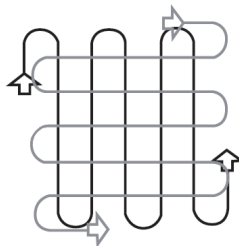

Fig. 12
6. Labourer en faisant des rangées qui se chevauchent légèrement. Le circuit de labourage des sols le plus efficace consiste à passer le produit de haut en bas en suivant des lignes verticales, puis à passer le produit de gauche à droite en suivant des lignes horizontales (Fig. 12). Cela permettra de garder les rangées égales et d'assurer que tout le sol est labouré sans oublier d'endroits.